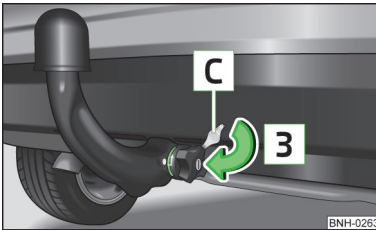

Abb. 108
- Die Kappe auf das Handradschloss in Pfeilrichtung » Abb. 108 stecken.